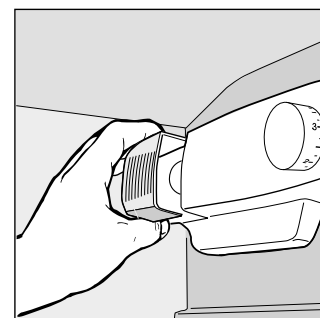

Fig. 3
- Como substituir a lâmpada interna: Desligue o aparelho da rede de alimentação eléctrica para substituir a lâmpada fundida por outra da mesma potência, nunca superior a 15 Watt (fig. 3).